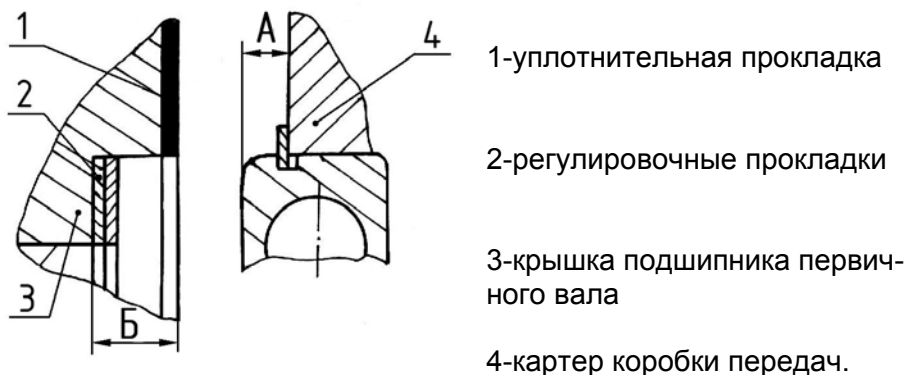

Рисунок 4- Регулировка осевого люфта первичного вала.
6.3. При установке крышки подшипника первичного вала (рисунок 4) обеспечить минимальный осевой люфт вала с помощью регулировочных прокладок подобранного следующего образом: